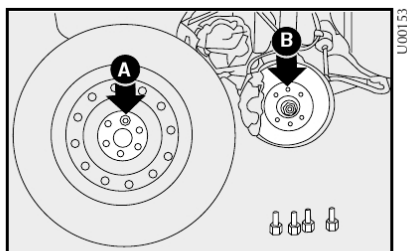

fig. 6
6) montar a roda sobressalente, encaixando os furos **A-fig. 6** com os respectivos pinos **B**;